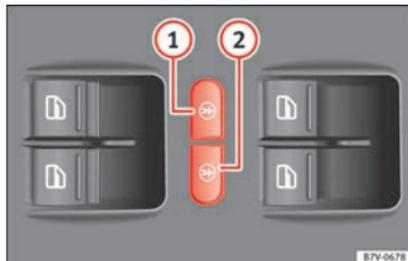

Abb. 136 In der Fahrertür: Tasten für die elektrische Kindersicherung.
Die elektrische Kindersicherung verhindert das Öffnen der Schiebetüren und der elektrischen Fensterheber in den Schiebetüren von innen, damit z. B. Kinder während der Fahrt nicht versehentlich eine Tür öffnen. Die linke Taste » » **Abb. 136** ① bzw. die rechte Taste ② schaltet die Kindersicherung hinten links bzw. rechts ein.
Einschalten:	Taste » » Abb. 136 ① oder ② drücken.